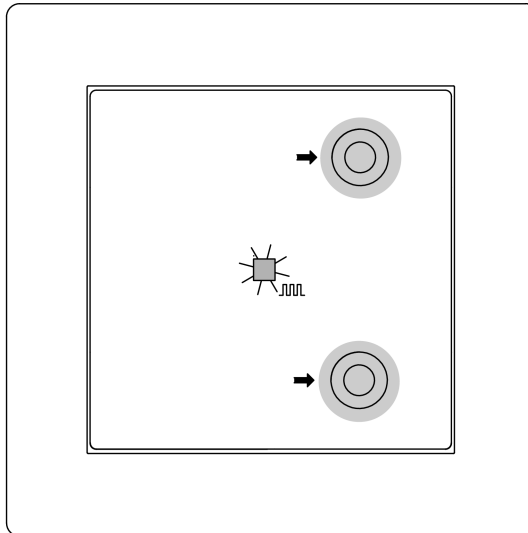
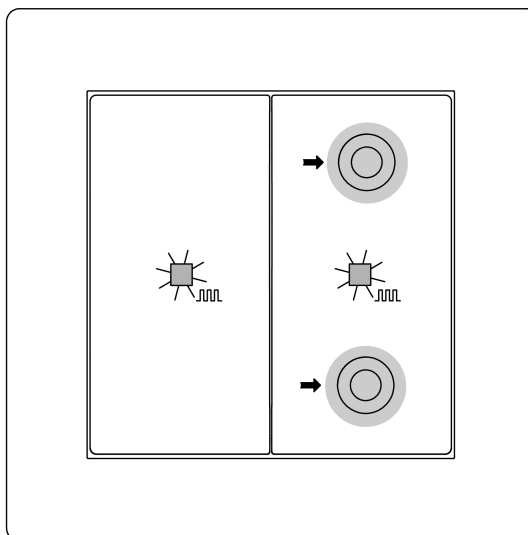

Bild 3: Programmiermodus aktivieren (1fach)
Bild 4: Programmiermodus aktivieren (2fach)
Physikalische Adresse und Applikationsprogramm programmieren 1fach (siehe Bild 3) und 2fach (siehe Bild 4)
- Programmiermodus aktivieren: Taste oben rechts und Taste unten rechts gleichzeitig drücken und für > 4 Sekunden halten bei 1fach (siehe Bild 3) und 2fach (siehe Bild 4).